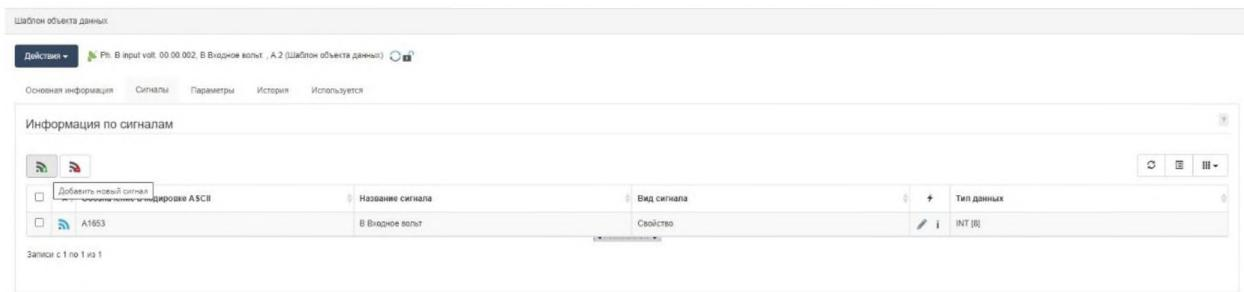

Рисунок 33 – Вкладка Сигналы
- 2) Перейдите во вкладку **Сигналы**. Нажмите кнопку **Добавить новый сигнал** (рис. 33).